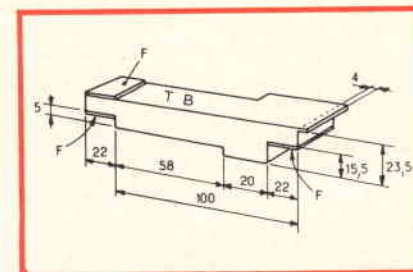

Fig. 7 - Dimensioni relative alla costruzione dei tasti bianchi per le note DO e FA.
I tasti neri saranno tutti uguali. Le parti sporgenti sono indicate sulle figure 7 e 8. Nella figura 10 si può osservare l'assemblaggio dei tasti bianchi (TB) e neri (TN) con le loro guarnizioni di feltro (F) che permettono la mobilità.